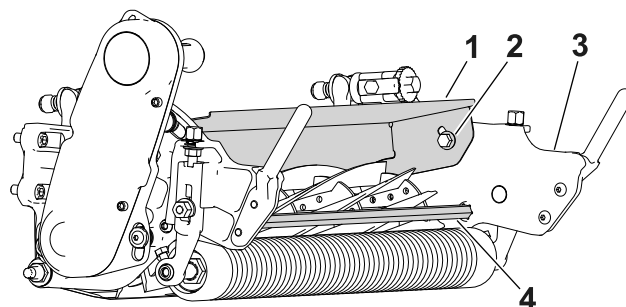

Figura 18
1. Afloje los tornillos que sujetan el deflector de hierba (Figura 18) a la unidad de corte.